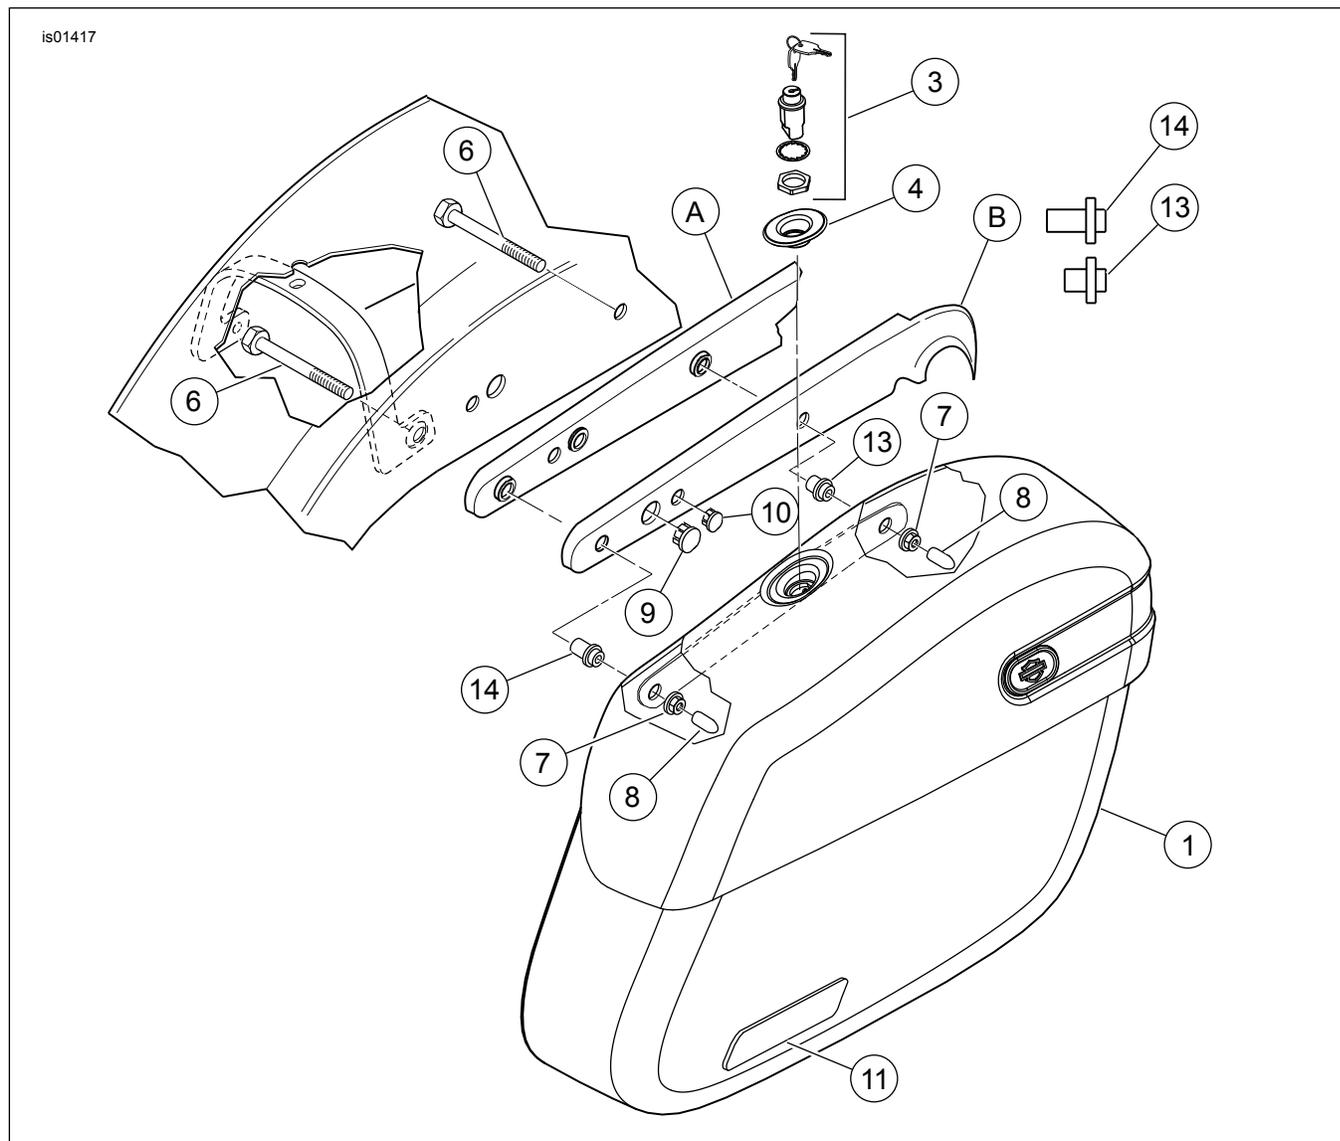

Figura 5. Parti di ricambio: kit borse portapacchi in pelle per modelli Sportster
Vedere la Figura 5, Tabella 1 e la Figura 6, Tabella 2.
1. Vedere la Figura 5. Al di sotto del parafango, installare due viti (6) prese dal kit attraverso il parafango e nel relativo sostegno e coperchio, nel punto da cui erano state precedentemente rimosse due viti.
2. Con l'estremità corta delle boccole rivolte verso l'esterno, installare la boccola corta (13) sulla vite anteriore e la boccola lunga (14) su quella posteriore. Fare scorrere la borsa portapacchi sulle viti finché le boccole non saranno assestate sulla staffa della borsa portapacchi. Avvitare i dadi bloccanti flangiati (7) sulle viti all'interno della borsa portapacchi. Serrare entrambi i dadi bloccanti flangiati ad una coppia di 33-37 N·m (24-27 ft-lb). Installare il cappuccio di protezione della filettatura (8) sulle estremità delle viti.
3. Posizionare il catarifrangente (11) sulla parte posteriore inferiore della borsa portapacchi e staccare la protezione di carta dell'adesivo e premere saldamente in posizione la parte.
4. Installare i tappi (9) e (10) nel coperchio del sostegno del parafrangente, nella posizione in cui si trovavano i fori di dimensioni differenti per i fili e il prigioniero per la staffa di sostegno degli indicatori di direzione.